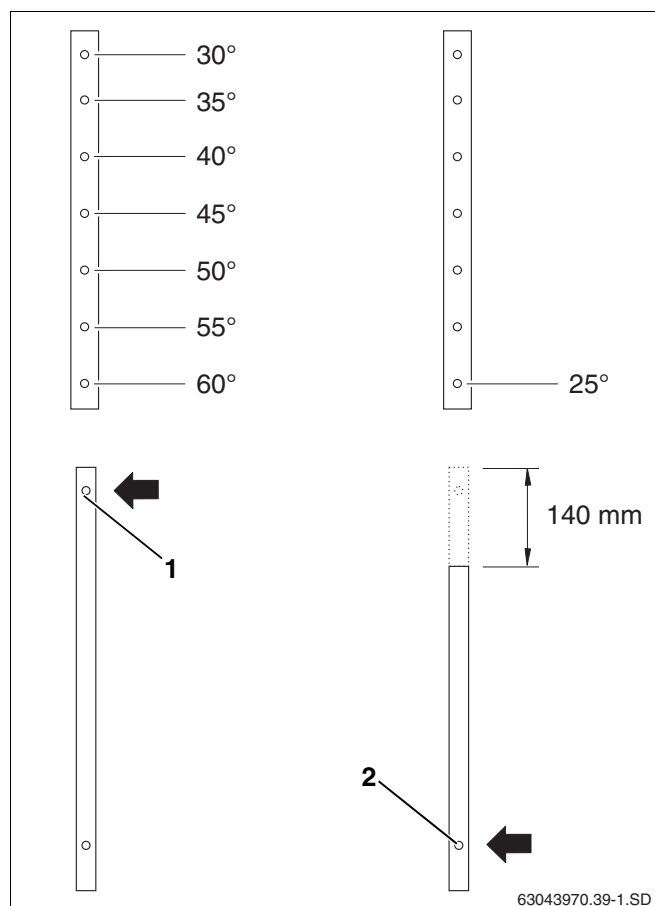
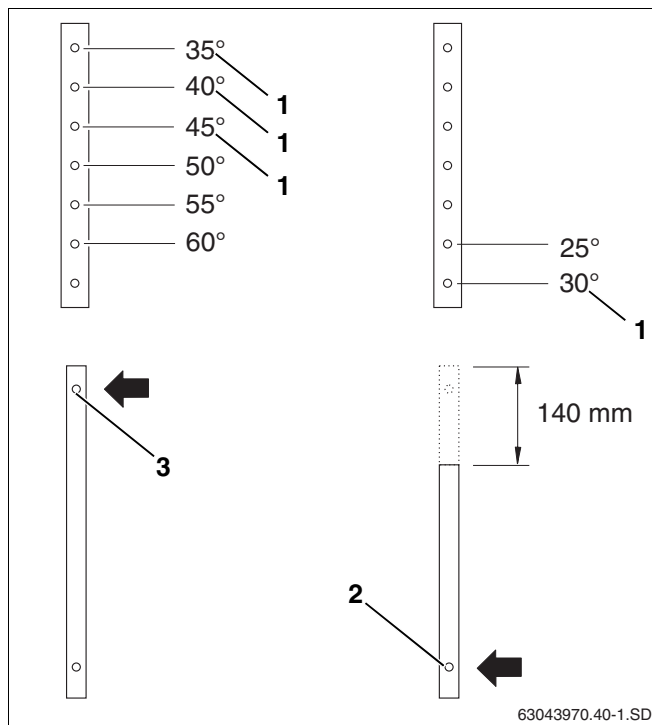

Fig. 12 Régler l'angle d'inclinaison par rapport au toit pour les capteurs verticaux
Fig. 13 Réglage de l'angle d'inclinaison par rapport au toit pour capteurs horizontaux
- Choisir les perforations des rails télescopiques inférieurs et supérieurs selon la fig. 12 et fig. 13.
Pour le montage vertical, utilisez le trou supérieur du rail inférieur pour les angles d'inclinaison par rapport au toit de 30° à 60° (fig. 12, **pos. 1**).
Pour l'angle d'inclinaison de 25° par rapport au toit, il faut raccourcir la partie supérieure du rail inférieur de 140 mm et utiliser le trou inférieur (fig. 12, **pos. 2**).
Pour le montage horizontal, utilisez le trou supérieur du rail inférieur pour les angles d'inclinaison par rapport au toit de 35° à 60° (fig. 13, **pos. 3**).
Pour l'angle d'inclinaison par rapport au toit de 25° et 30° il faut raccourcir la partie supérieure du rail inférieur de 140 mm et utiliser le trou du bas (fig. 13, **pos. 2**).
- Pour le montage sur façade, utiliser uniquement les positions pour les angles d'inclinaison par rapport au toit de 30°, 35°, 40° et 45° (fig. 13, **pos. 1**).